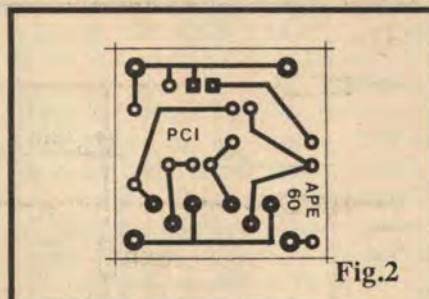

Fig.2
- FIG. 2 - LAY OUT DO CIRCUITO IMPRESSO ESPECÍFICO - Para honrar a qualificação de MINI-MAX, obviamente que a plaquinha tinha que ser pequena, simples, "descongestionada"... E assim o é! O padrão cobreado, de ilhas e pistas, mostrado em tamanho natural (basta "carbonar" diretamente...) na figura, mostra toda a singeleza do substrato, correspondente à própria "modéstia" do circuito como um todo... Tanto a traçagem (recomendamos o uso de decalques apropriados, para maior elegância e "profissionalismo" no resultado...), quanto a cor-